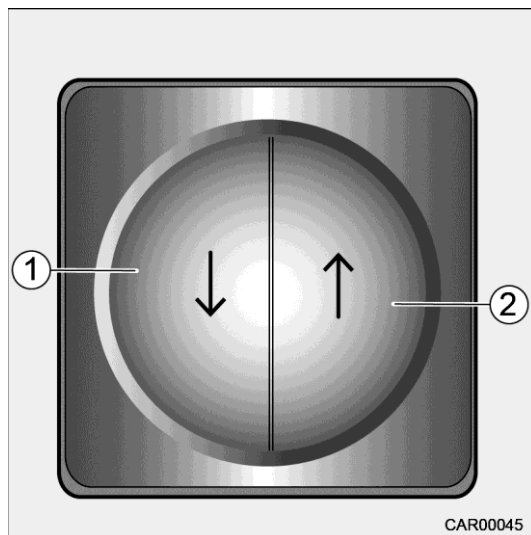

Fig. 90 Lit de pavillon électrique en cabine
2. Appuyer sur la touche (Fig. 90/1) et la maintenir appuyée pour abaisser le lit de pavillon. Abaisser complètement le lit de pavillon jusqu'à son support.
1. Appuyer sur la touche (Fig. 90/2) et la maintenir appuyée. Relever le lit de pavillon complètement jusqu'en butée.